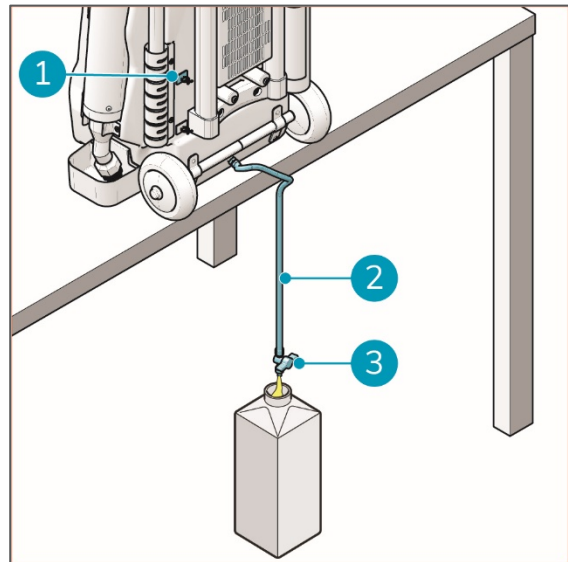

Abbildung 20
2. Lösen Sie den Ablaufschlauch (Abb. 20, Pos. 2) aus den Clips (Abb. 20, Pos. 1).
5. Öffnen Sie den Hahn (Abb. 20, Pos. 3).
6. Schließen Sie den Hahn, nachdem die Flüssigkeit abgelaufen ist (Abb. 20, Pos. 3).
8. Bringen Sie den Ablaufschlauch (Abb. 20, Pos. 2) wieder an den Clips an (Abb. 20, Pos. 1).